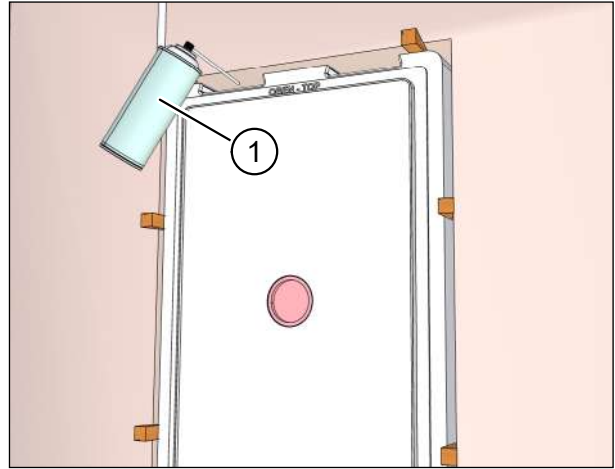

Abb. 23: Hohlräume um den Mauerkasten einschäumen
- ▶ Füllen Sie die Hohlräume zwischen Mauerkasten und Mauerdurchbruch umlaufend und durchgängig mit Montageschaum (Pos. 1 in Abb. 23) oder mit anderen geeigneten Verfüllmaterialien.